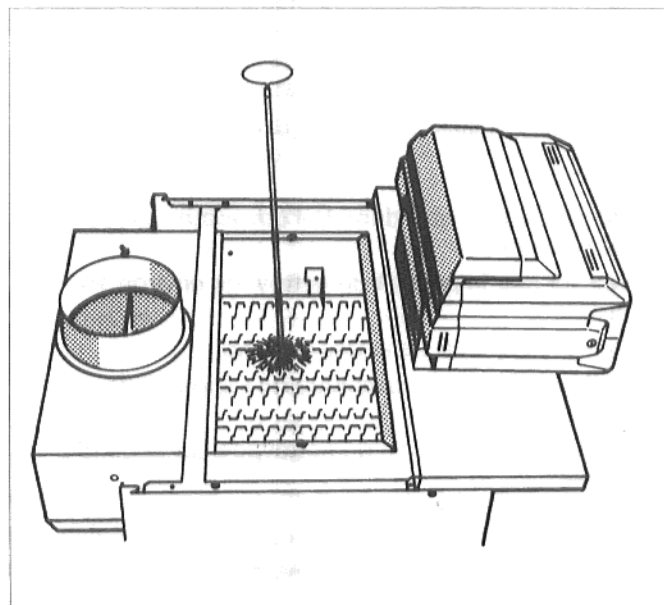

Fig. 32
- Brosser vigoureusement les carreaux collecteurs de fumées (fig. 32).